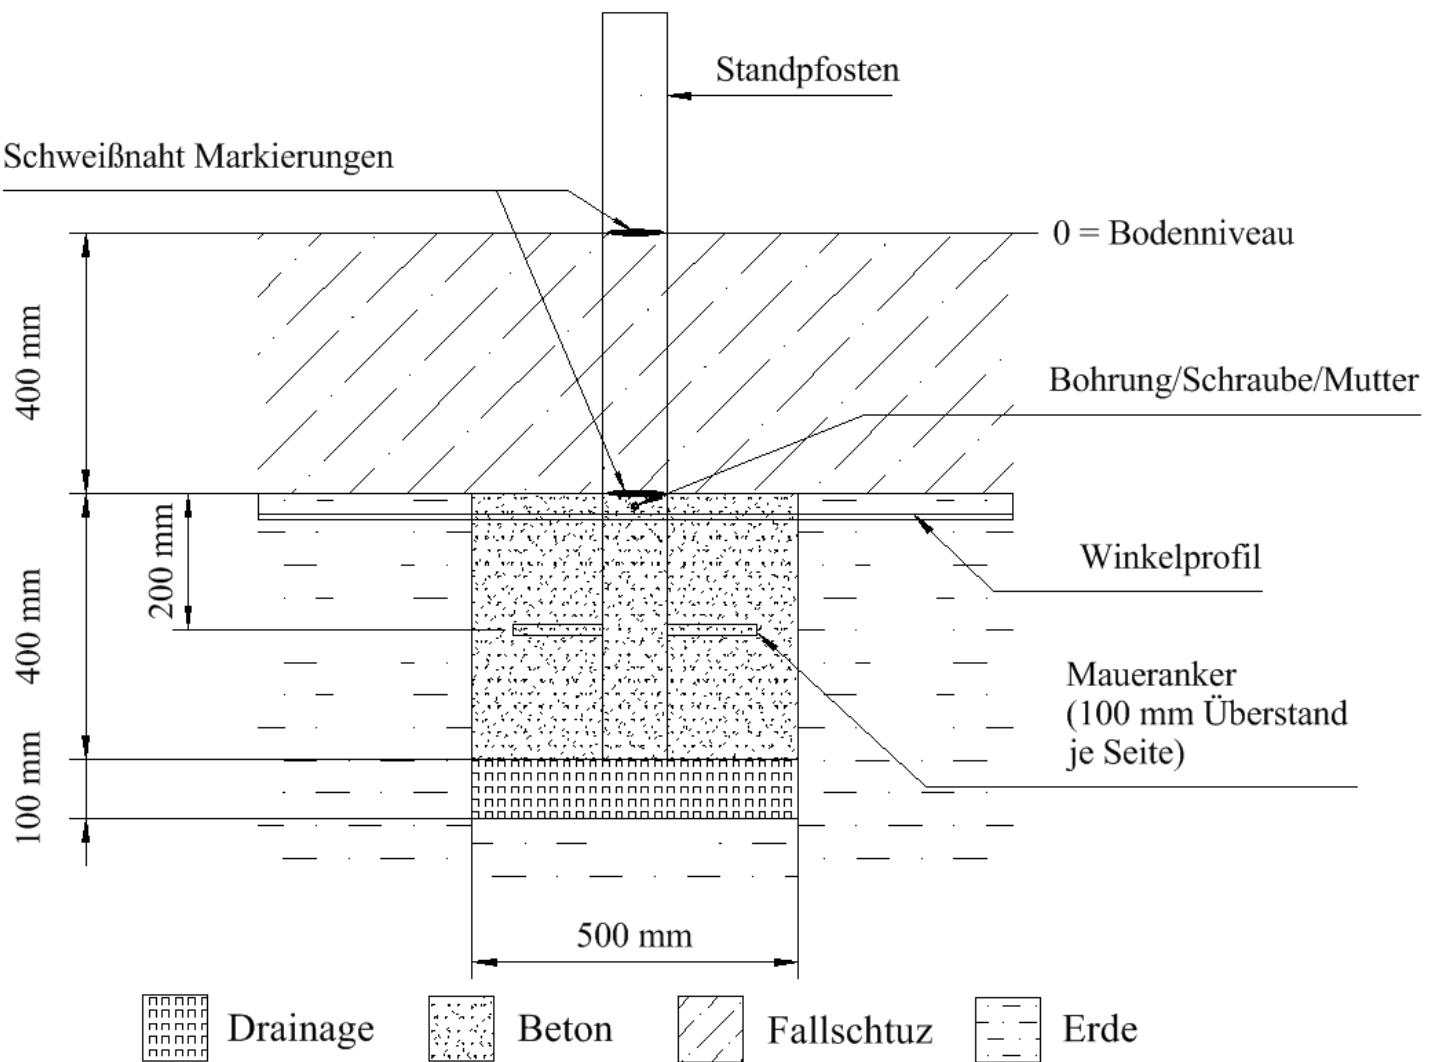

Abbildung 2 - Standpfostenfundament
Wir empfehlen eine **generelle Einbautiefe von 900mm** mit einer **Fallschutzschicht von 400mm**, um den gesamten Bewegungs- und Sicherheitsfreiraum aller Geräte einheitlich abzudecken und die Fundamente mit einer Gründung von 800mm frostsicher zu machen (s. Abb. 2).
*Diese sollten 100mm auf jeder Seite hervorstehen (s. Abb. 2).*